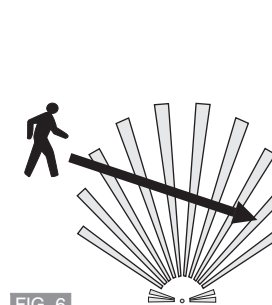
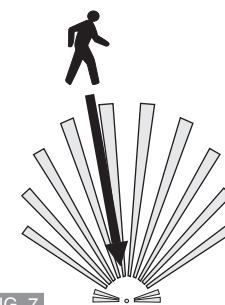

FIG. 6
FIG. 7
- Il rilevatore è più sensibile ai movimenti che attraversano il suo campo d'azione (FIG. 6) e meno sensibile ai movimenti in direzione del rilevatore (FIG. 7).